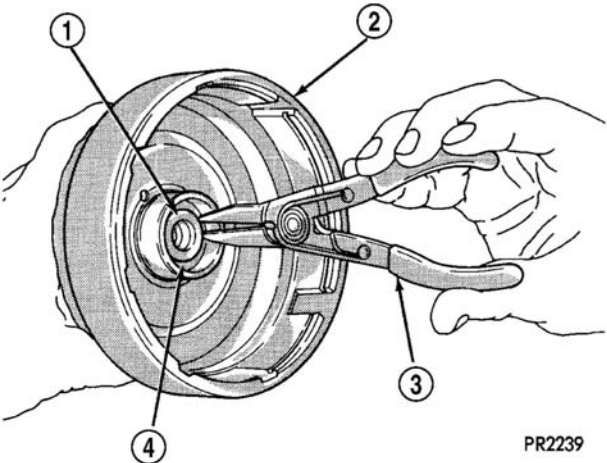
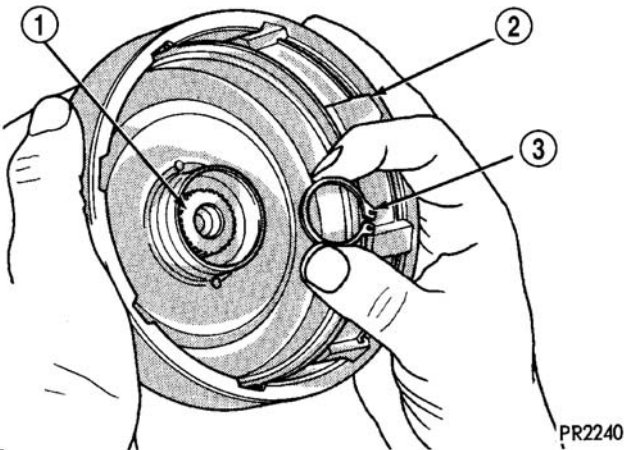

图 133 安装输入轴卡环
图 134 输入轴卡环
(1) 安装输入轴与离合器固定器间的卡环（图 133）（图 134）（图 132）。